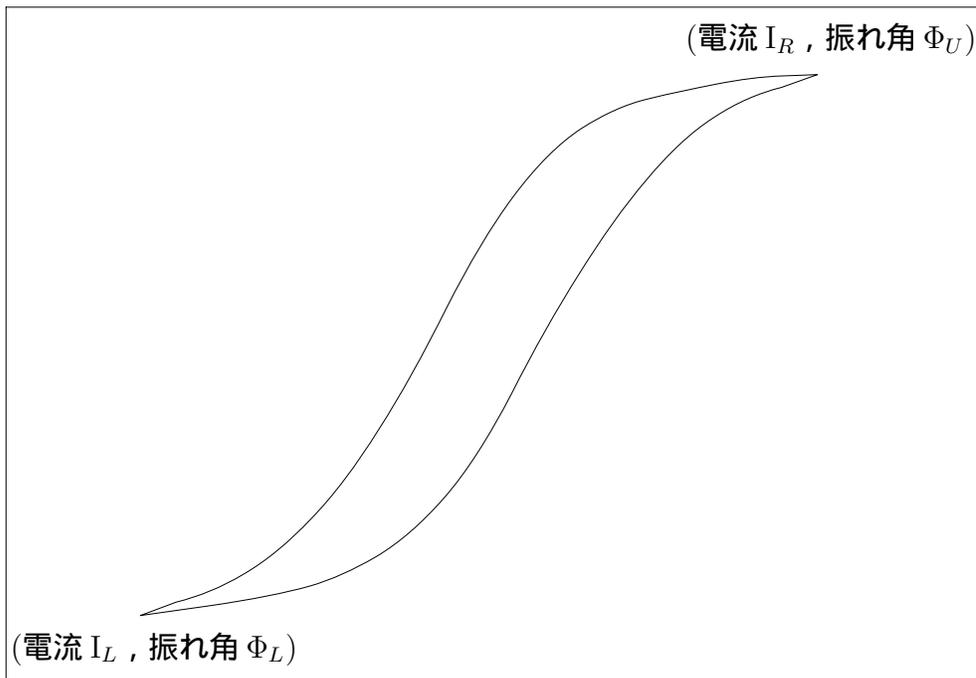

図 20.6: X-Y レコーダ記録用紙の整理
1. 図 20.6 の最左端の電流 I_L と磁束計の最下位の振れ角 Φ_L を記録する。
2. 図 20.6 の最右端の電流 I_R と磁束計の最上位の振れ角 Φ_U を記録する。